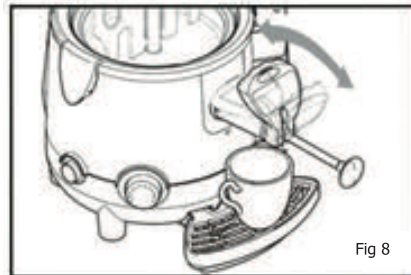

Fig 8
- Met ingeschakelde machine, gebruik de taphendel om al het product uit het reservoir te halen (fig. 8).